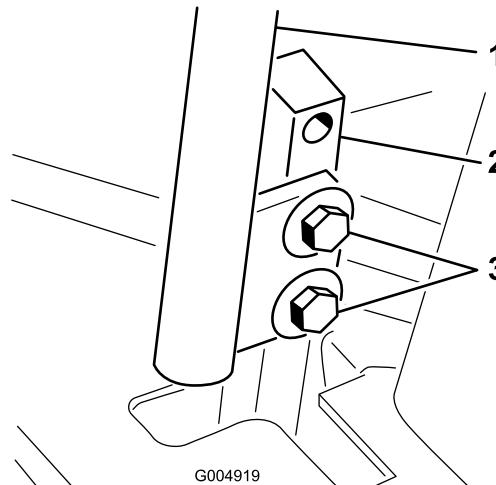

Figure 70
3. Desserrez les boulons de fixation des leviers de commande (Figure 70).